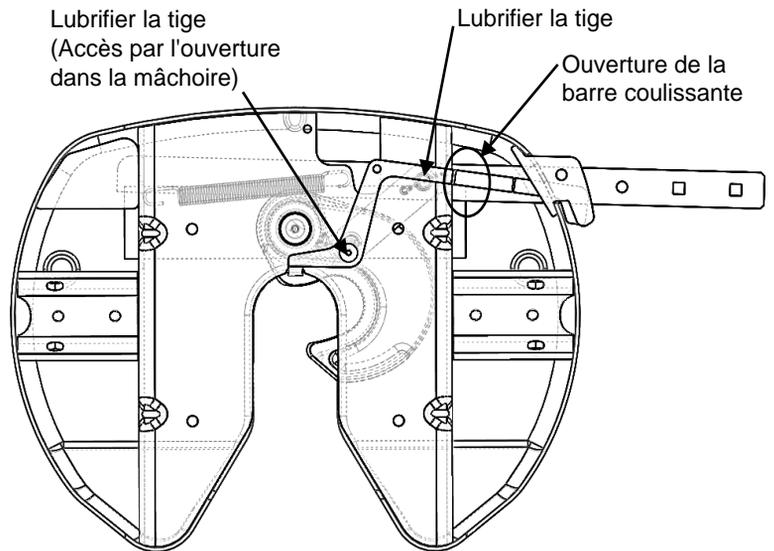

Figure 3 : Tige/Points de lubrification (vue de dessous)
2. Lubrifier les tiges (2) et l'ouverture de la barre coulissante comme illustré à la Figure 3 à l'aide de graisse au lithium, avant l'installation/l'utilisation.